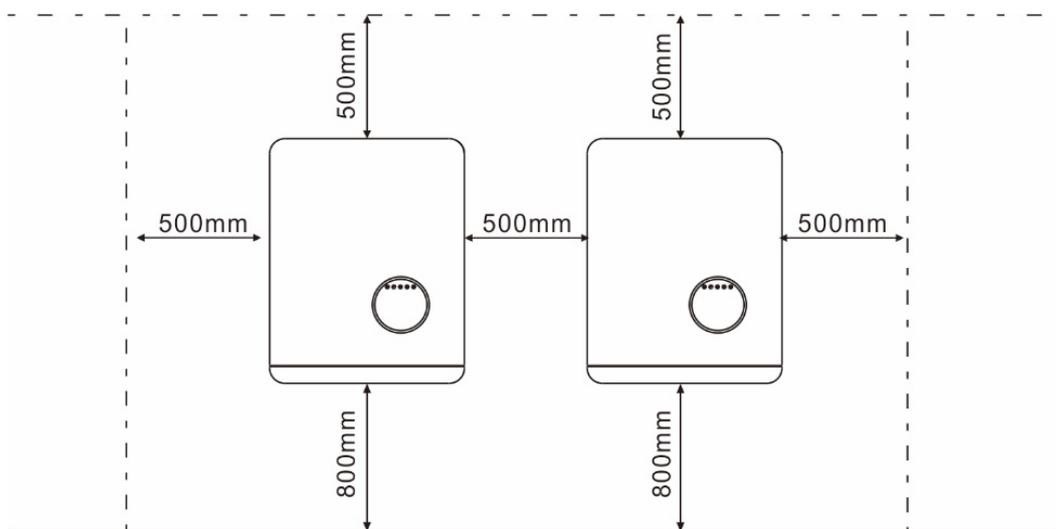

Figura 4.2 Espacio libre para el montaje del inversor
1. Según la Figura 4.2, seleccione la altura de montaje del soporte y marque los orificios de montaje. Después de marcar, perfora el agujero de acuerdo con la marca. Para la perforación de paredes de ladrillo, los pernos de expansión deben ser adecuados para la fijación.